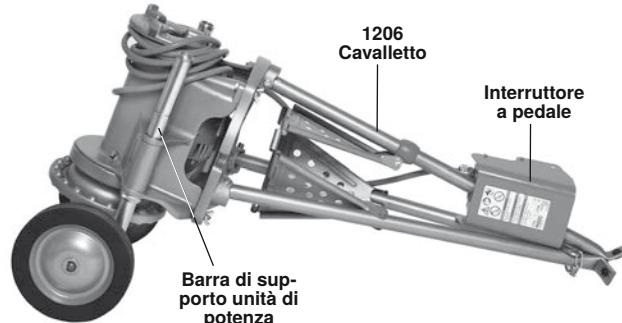

Figura 29 – Macchina approntata per il trasporto con il Trasportatore n. 32
- Avvolgere il cordone di alimentazione e infilare il coperchio dell'interruttore a pedale su una gamba, come mostrato in *Figura 29*.